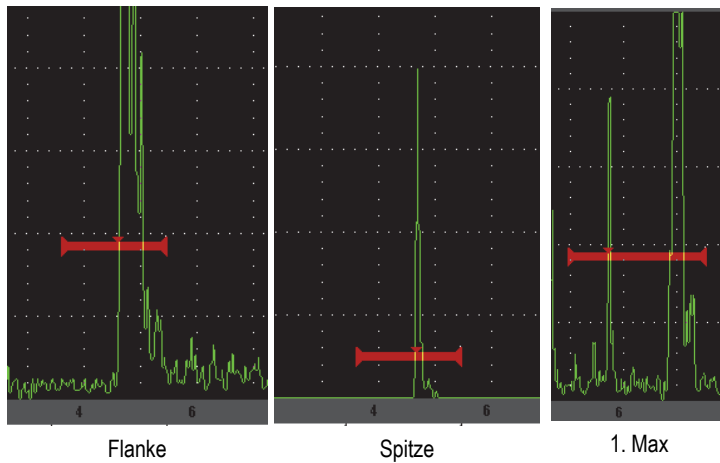

Abbildung 2-11 Auslösen der Messung mit Flanke, Spitze und erstem Maximum
- **Peak** (Spitze): gemessen wird mit dem höchsten Maximum im Bereich der Blende (das Signal braucht die Blende nicht zu überschreiten) siehe Abbildung 2-11 auf Seite 43.
- **1st Peak** (1. Max): gemessen wird mit dem ersten Maximum, das die Blende (den Pegel) überschreitet (siehe Abbildung 2-11 auf Seite 43).
- **Edge** (Flanke): gemessen wird mit der Position des ersten Schnittpunkts des Signals in der Blende (siehe Abbildung 2-11 auf Seite 43).